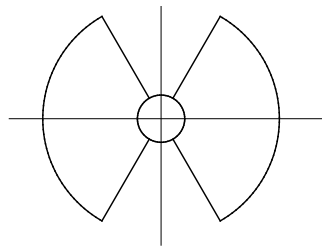

Fig.5
3) Coloque um pedaço de papel branco no palco. Ajuste a alavanca do condensador 3 para fazer com que a lâmpada de mercúrio da imagem fique no papel sem objetivo. (Fig.5)